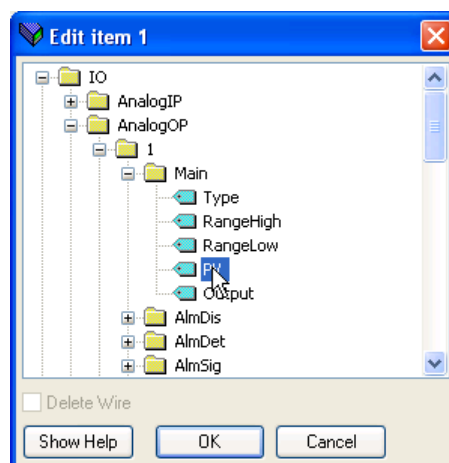

Abbildung 7.8.1b Parametersuchfenster
4. Daraufhin erscheint ein Parametersuchfenster (Abbildung 7.8.1b) für die ausgewählte Reihe (1 in dieser Abbildung), aus dem der Benutzer ein Parameter auswählen kann.